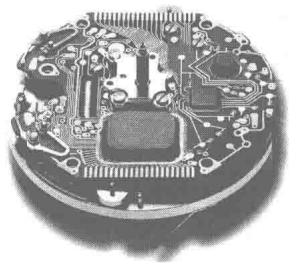

图 1-1-4 指针式石英电子表机心
(3) 第三代 指针式石英电子表（图1-1-4）。以石英振荡系统为计时标准，石英电子表常用的频率为32768Hz，走时精度很高。